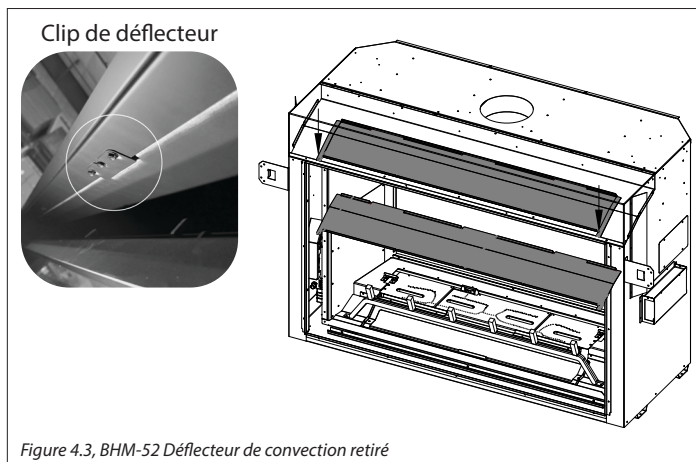

Figure 4.3, BHM-52 Déflecteur de convection retiré
**BHM-52:** Le déflecteur est fixé par le clip de déflecteur par (2) vis situé au centre avant, et par (2) vis juste derrière le bord supérieur de l'ouverture du foyer (voir Figure 4.3). Recyclez ce panneau si vous n'en avez plus besoin.